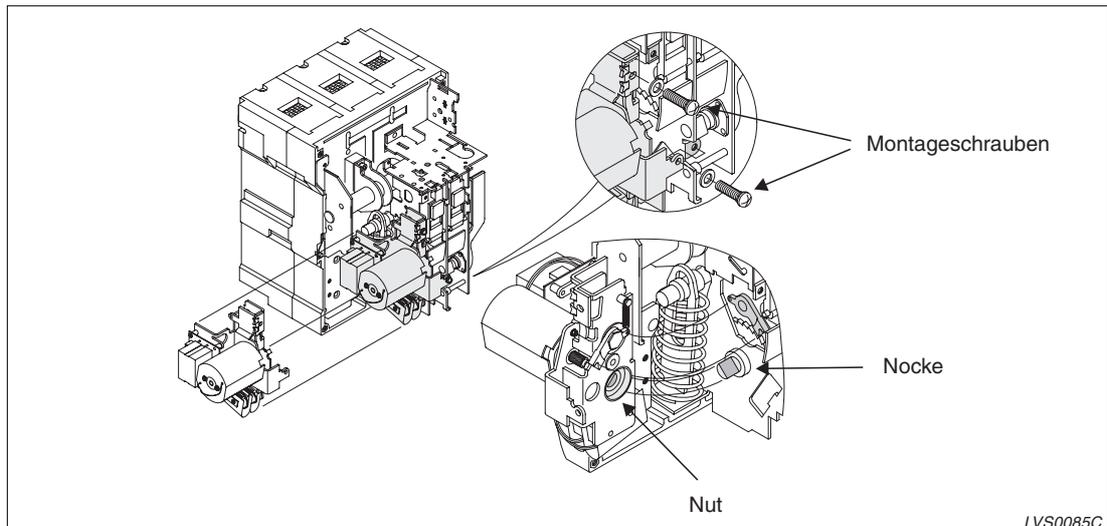

Abb. 4-22: Einbau des Motorantriebs
- ④ Richten Sie die Nut und die Nocke der Welle aufeinander aus und fügen Sie sie zusammen (siehe Abb. 4-22).